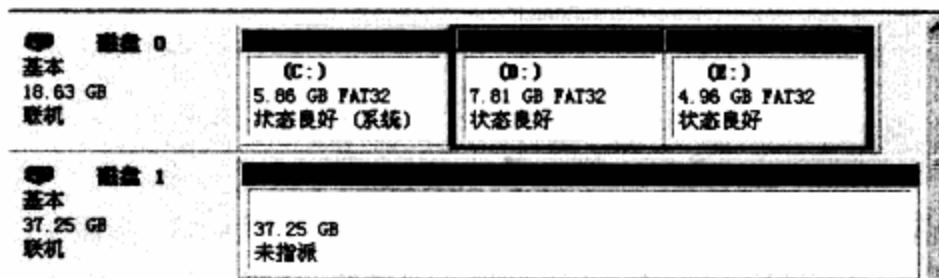

图4-53 “磁盘1”未指派
**步骤 02** 在“计算机管理”窗口中，双击“磁盘管理”选项，这时能看到一个37.25GB的“磁盘1”（未指派），即还没分区的硬盘，如图4-53所示。